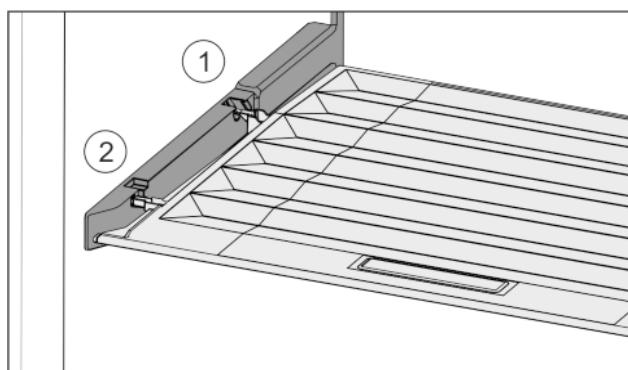

Fig. 33
- Вставить поперечные ребра крышки через отверстие заднего держателя *Fig. 33* (1) и защелкнуть спереди в держателе *Fig. 33* (2).